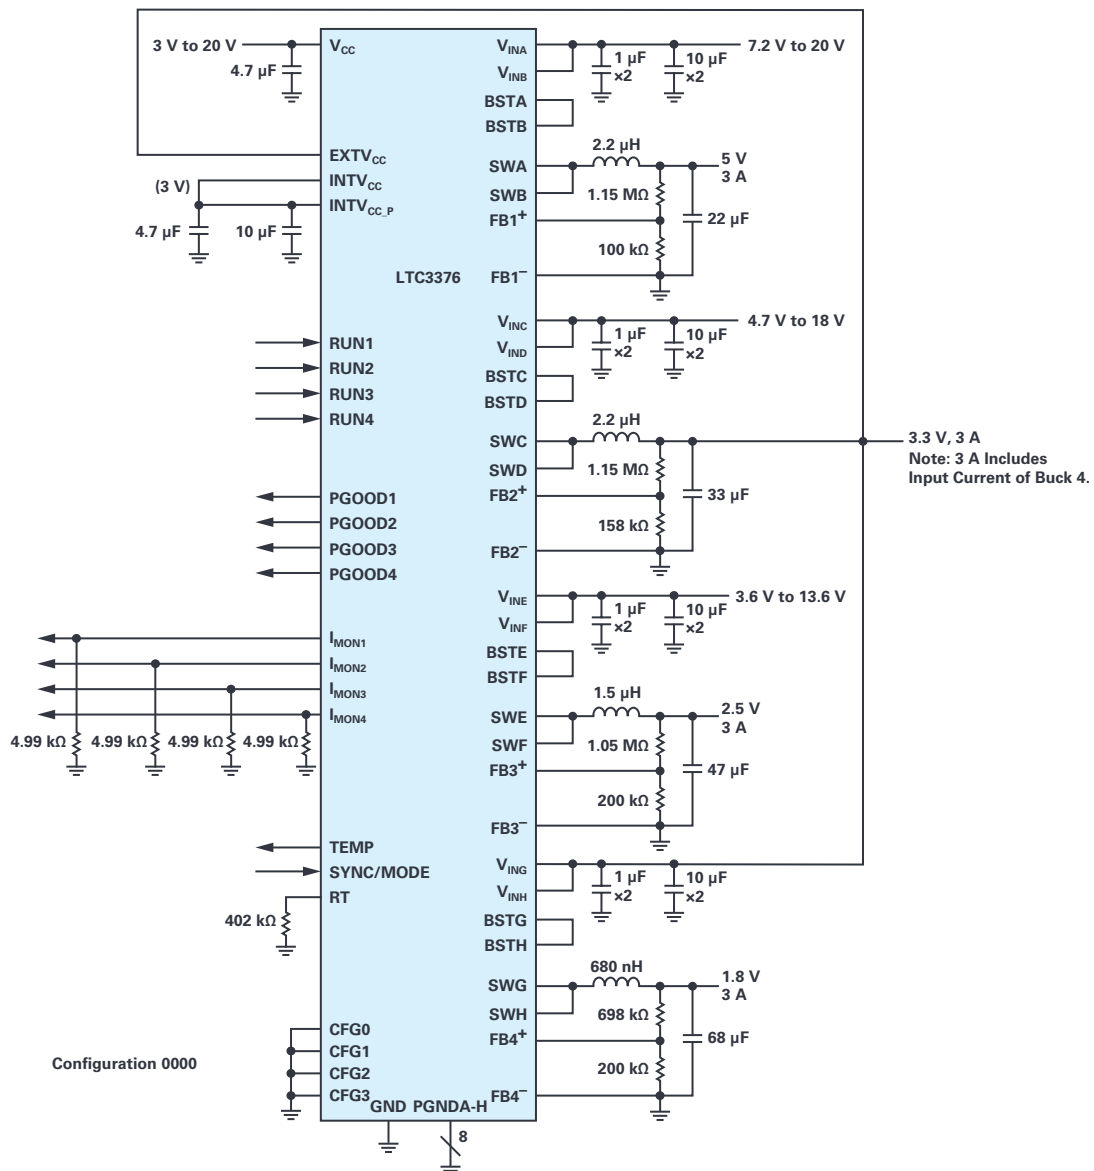

図2 代表的なクワッド出力のアプリケーション回路
- ▶ クワッド降圧コンバータによる5通りの組み合わせ。それぞれ4個のインダクタを備え、最大12Aの出力電流（図2参照）。